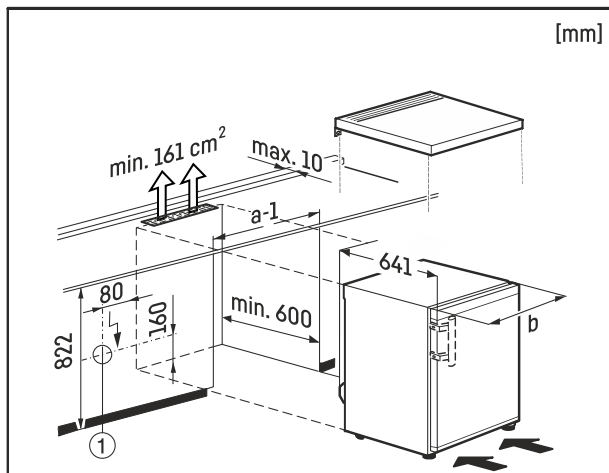

Fig. 9
Pistorasian Fig. 9 (1) on tällöin oltava laitteen takasivun ulkopuolella ja siihen on päästävä helposti käsiksi.